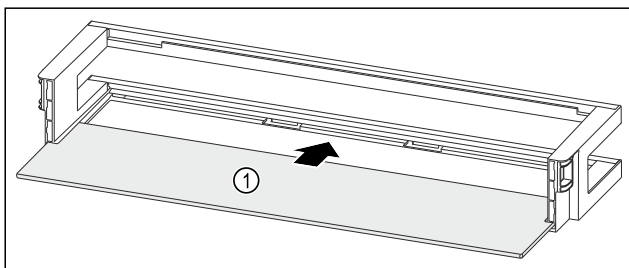

Fig. 241 Дверная полка со съемной полкой
- ▶ Вдвиньте съемную полку Fig. 241 (1) в боковые пазы.